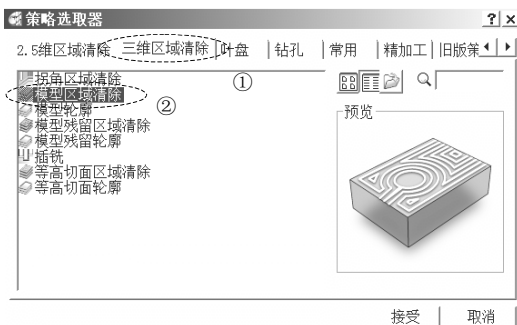

图 1-34 策略选取器
10) 计算粗加工刀具路径：在 PowerMILL “综合”工具栏中，单击“刀具路径策略”按钮，打开“策略选取器”表格，如图 1-34 所示。